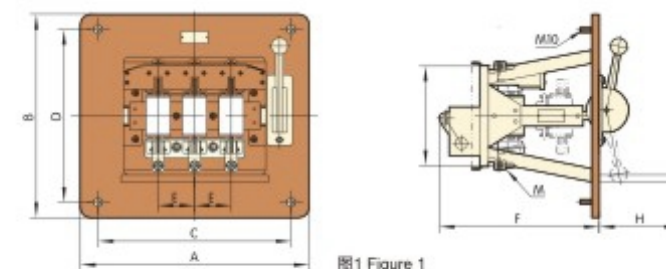

图1 Figure 1
- HR3/31系列开关外形及安装尺寸见图1, 表3 HR3/31 Dimensions (See Figure 1, Table 3)